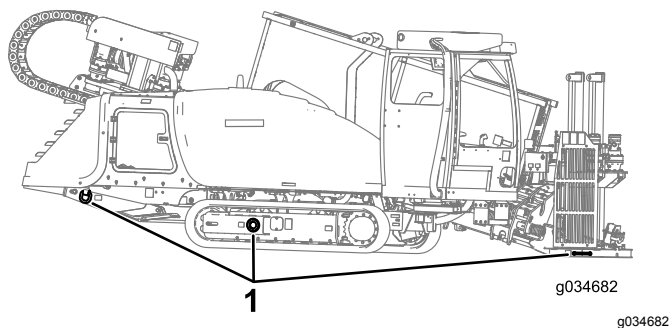

Figure 39
9. À l'aide de chaînes et d'attaches de capacité suffisante, accrochez à la remorque les anneaux des cadres des chenilles droite et gauche ainsi que de la plaque d'ancrage (Figure 39).